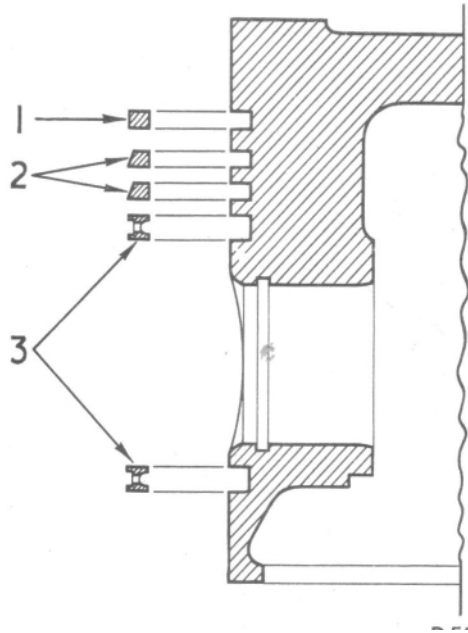

Fig.15
Chaque piston comprend 3 segments de compression et 1 segment racleur. Le premier segment est un segment chromé rectangulaire. En dessous se trouvent 2 segments de compression qui sont des segments coniques. La face la plus étroite est marquée d'une lettre "T" signifiant Top (Haut) pour éviter de les monter à l'envers, cette face marquée "T" devant être tournée vers le haut du piston. Un segment racleur à trous occupe la gorge en dessus de l'axe de piston (1) (Fig.15 - 1 = Segment supérieur chromé, 2 - Segments coniques de compression, 3 - Segment racleur d'huile,).
(1) Un deuxième segment racleur a été monté dans la gorge en dessous de l'axe de piston à partir du moteur N° UA 12.497.